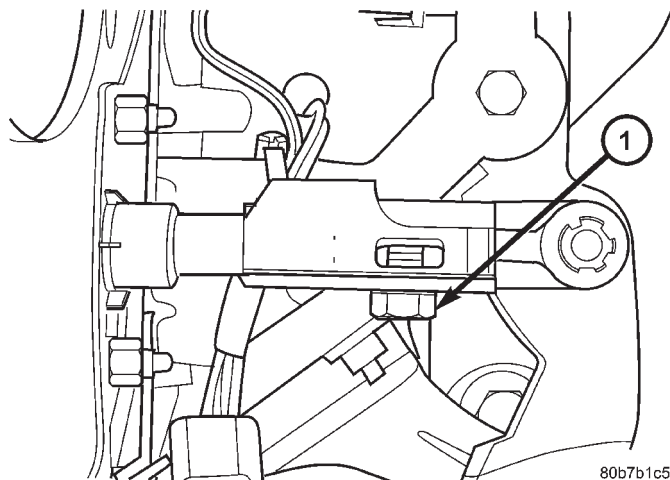

Fig. 8 Tornillo de ajuste del vástago de empuje del cilindro maestro de embrague
(6) Conecte el vástago de empuje del cilindro maestro de embrague. Afloje el tornillo de ajuste (Fig. 8) y levante suavemente el pedal de embrague hasta que éste oprima completamente el conmutador de tope superior. Apriete el tornillo de ajuste con una torsión de 8 N·m (70 lbs. pulg.).